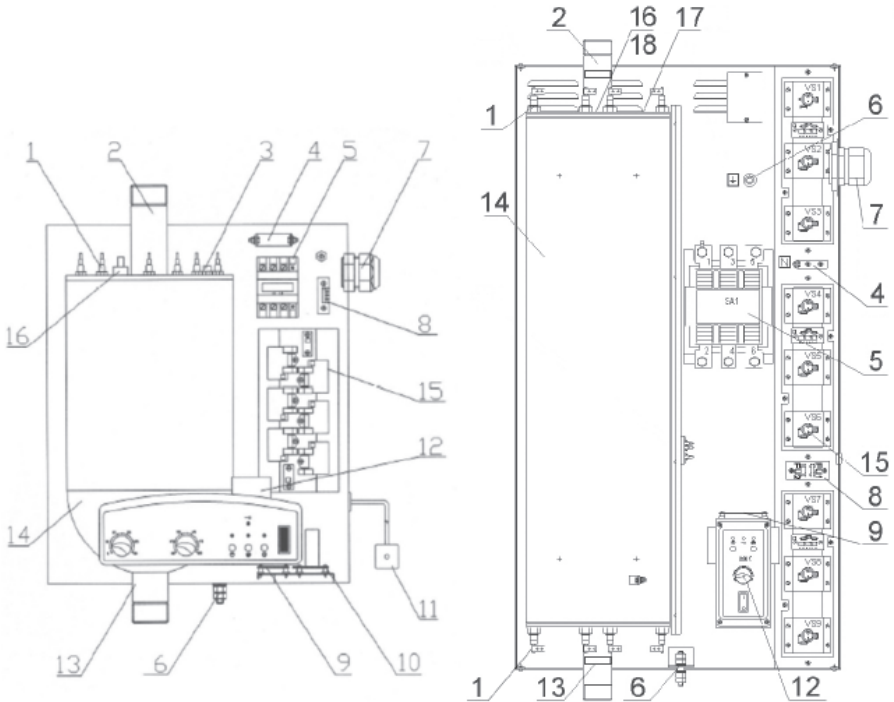

Рис. 1. Устройство электродкала:
5.1. Отопитель состоит из следующих основных частей: теплообменника (бака), элементов коммутации и электронных блоков (питания, управления коммутацией ТЭНов, измерения температуры теплоносителя и воздуха), (рис. 1).